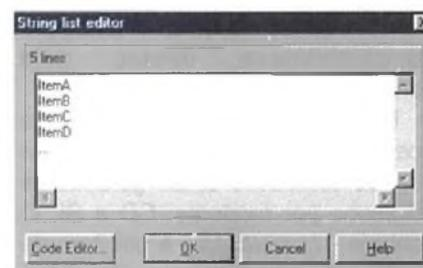

Fig. 4 - O Editor de itens do ComboBox
- *Items*: define a lista de itens (*strings*) do componente. Através desta propriedade, o usuário acessa o String List Editor (fig. 4), e lá definem-se os itens que serão exibidos pelo componente.